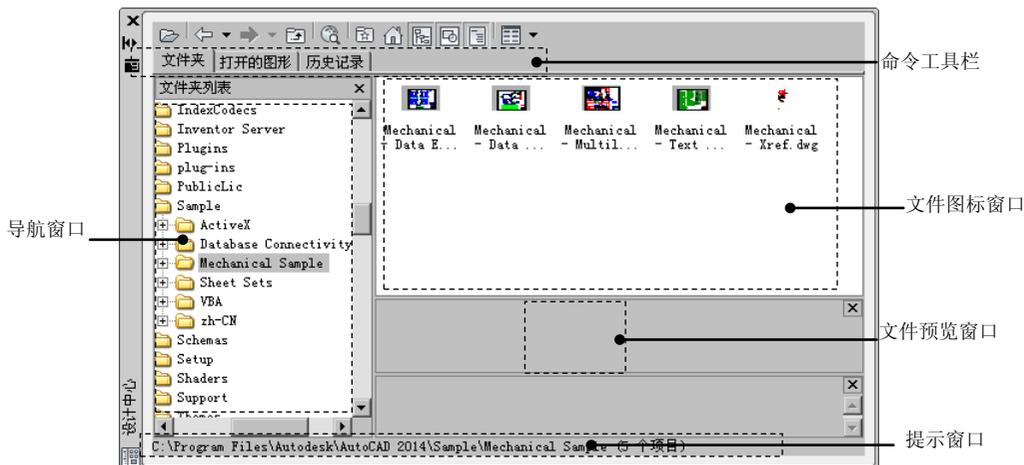

图 14.1.1 “设计中心”窗口
选择下拉菜单 **工具(T)** → **选项板** → **设计中心(D)** 命令（或者在命令行中输入命令 ADCENTER 后按 Enter 键），系统弹出图 14.1.1 所示的“设计中心”窗口。该窗口由左侧的导航窗口（即图中文件夹列表窗口）、树状视图和右侧的文件图标窗口及上部的命令工具栏组成。导航窗口的树状视图显示当前资源内容的层次表，文件图标窗口显示在树状视图中所选的源对象中的项目。选择不同的选项卡，右侧的文件图标窗口包括的内容也不同，例如当选择默认的 **文件夹** 选项卡时，文件图标窗口包括文件图标窗口、文件预览窗口和说明窗口。
- **文件夹** 选项卡：用于显示本地计算机或网上邻居中文件和文件夹的层次结构及资源信息，如图 14.1.1 所示。